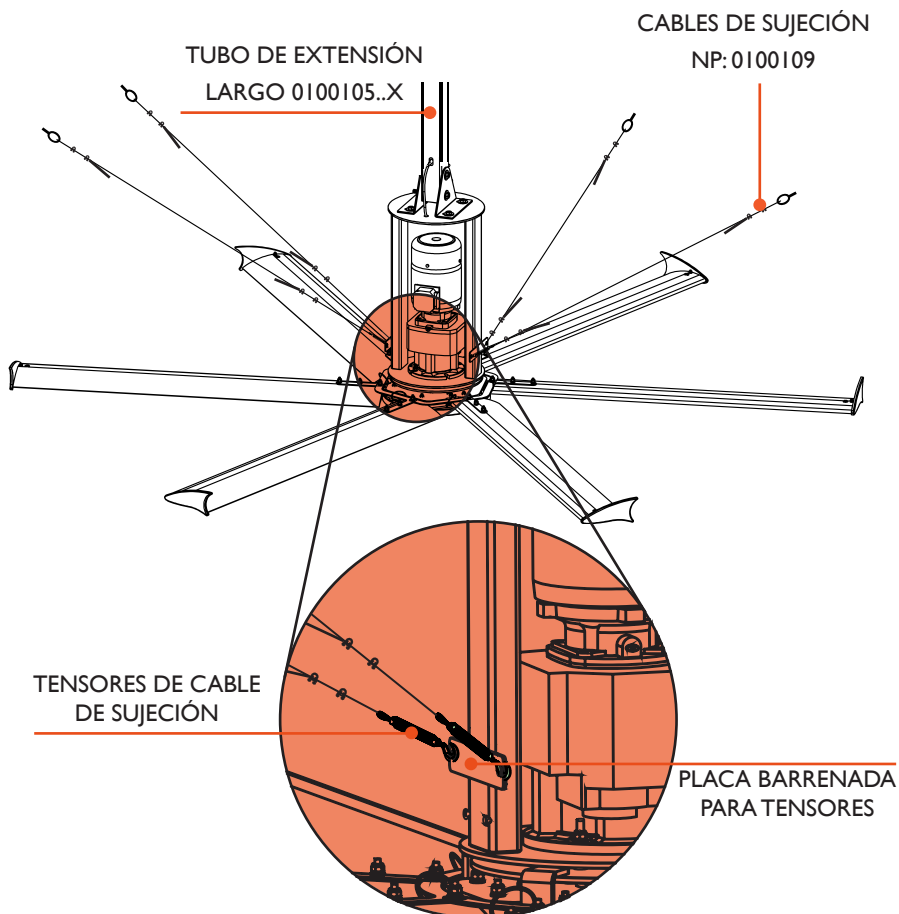

Fig.12.3
12.3 Pasar el cable a través del ojillo del tenzador y asegurarlo usando 2 nudos de sujeción NP:01001092 y asegurar el gancho del tenzador al barreno en la placa que se encuentra en el bastidor. Fig. 12.3